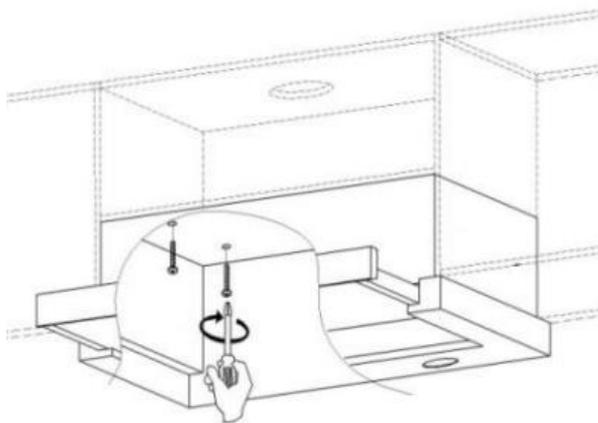
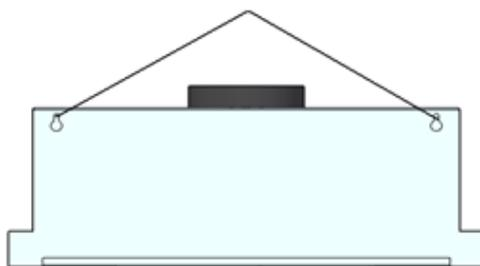

Рис. 4
Рис. 5
4. Прикрепите вытяжку к внутренней полке четырьмя винтами 3x16 (рис. 4), или к стене, просверлив два отверстия для крепления с помощью дюбелей 10x50 (рис. 5).